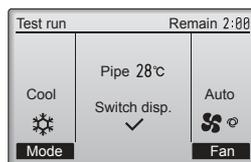

Fig. 7-5
- Appuyez sur le bouton **F1** pour changer de mode de fonctionnement entre "Cool" (Froid) et "Heat" (Chaud). (Fig. 7-5)